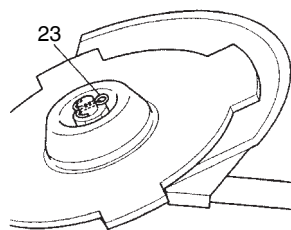

Fig. 19
- Lors de l'installation du capuchon du porte-lame (20), veillez à ce que le côté concave soit tourné vers le haut.
- Insérez la clé de serrage (19) dans le trou du boîtier de renvoi d'angle afin de bloquer le porte-lame (21). Remarquez que la vis ou l'écrou de fixation (22) possède un filetage pour gauchers, (desserrez dans le sens des aiguilles d'une montre / serrez dans le sens inverse). Serrez la vis ou l'écrou de fixation avec la clé à douille.
- Si votre appareil est pourvu d'une fixation par écrou et équipé d'une clavette, la lame doit être fixée à l'aide d'une nouvelle clavette (23) lors de chaque installation. (Fig. 19)